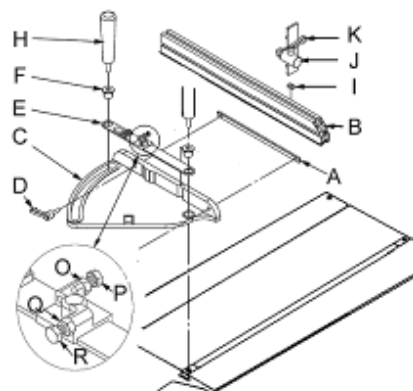

Fig 9
Schieben Sie das Anschlagprofil (B, Fig 9) auf die Schiene (A) und befestigen Sie beide am Gehrungsanschlag (C) mit 2 Griffen (D).